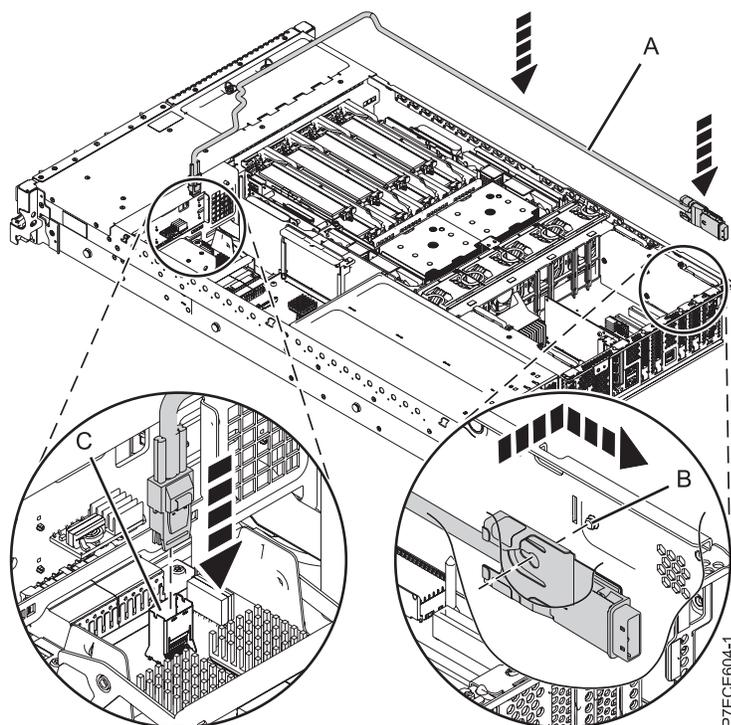

図 24. SAS ケーブルの取り付け
10. SAS ケーブルのミニ SAS コネクタを、ストレージ変換コネクタの内部 SAS 接続ポート (C) に音がするまでしっかりと接続します。図 24を参照してください。
11. メモリー・ライザー・ケージの前面にあるケーブル (A) を、SAS ポート・コネクタがシャーシ後部の開口部の近くに来るまで側壁のチャンネルに沿って配線します。
12. SAS ポート・コネクタ (B) のブラケットのスロットをシャーシのガイド・ピンの上の位置に合わせます。次に SAS ポート・コネクタをシャーシ後部の開口部に差し込み、ブラケットのタブが音を立ててはまるまで押し込みます。